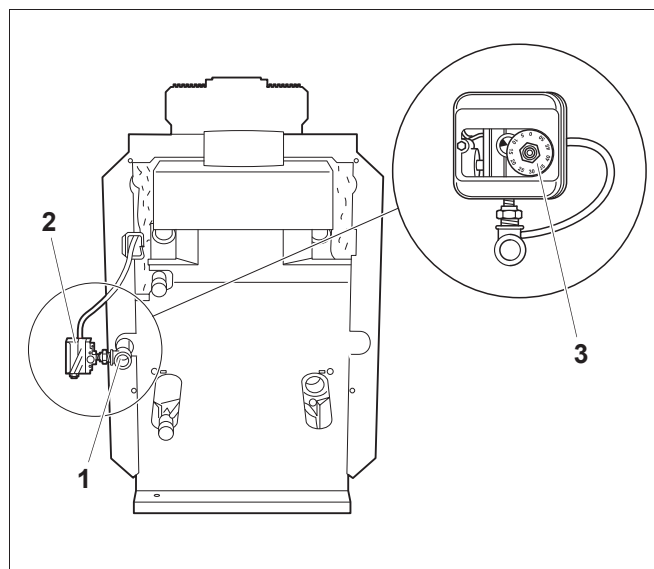

Рис. 45 Установка прибора контроля давления газа
- Установить прибор контроля давления газа (рис. 45, **поз. 2**) на газопровод непосредственно на патрубок для подключения газа (рис. 45, **поз. 1**) на отопительном котле вместе с регулировочным диском (рис. 45, **поз. 3**) так, чтобы он смотрел вверх или наружу (используя переходник).